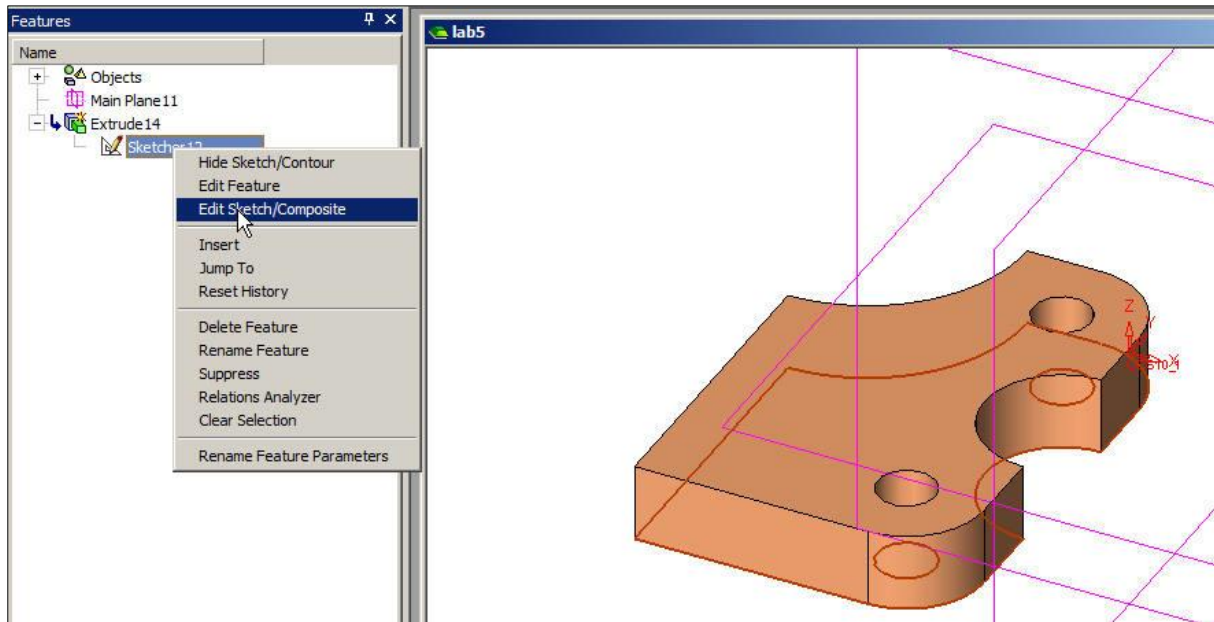

Рисунок 18 – Выбор операции редактирования эскиза
3.5 Редактирование модели. Размеры контура эскиза можно изменить, выделив ЛКМ слева в дереве построений (рисунок 18) ветку *Extrude* твердотельной операции создания компонента или его эскиза *Sketcher*. Нажмем ПКМ и выберем из меню операцию редактирования *Edit* (см. рисунок 18).